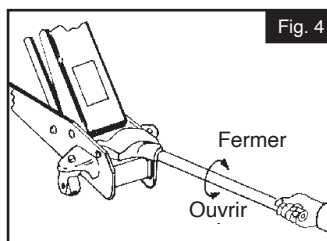

Fig. 4
1. Tournez la poignée dans le sens inverse des aiguilles d'une montre pas plus de deux tours pour ouvrir. Voir Figure 4.